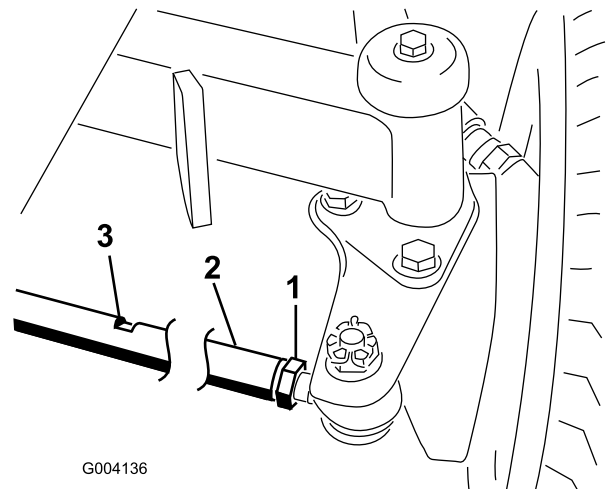

Figura 68
2. Afloje las contratuercas de ambos extremos del tirante (Figura 68).